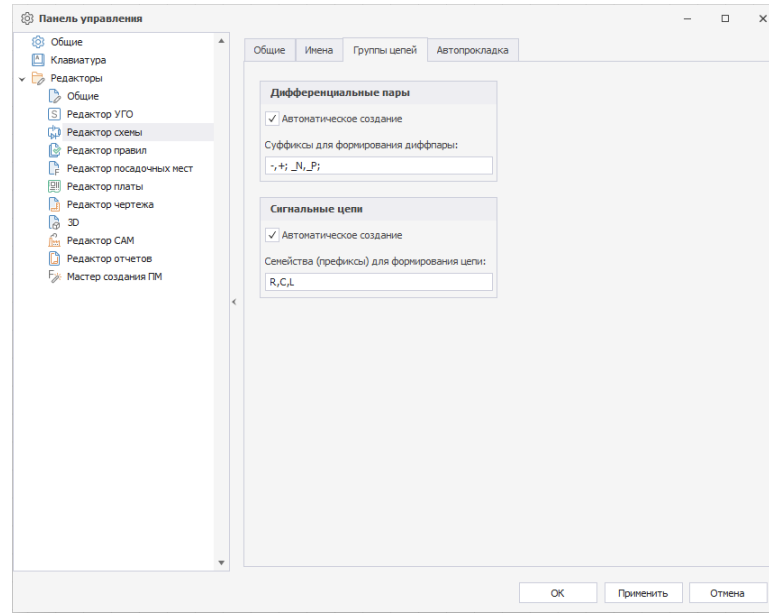

Рис. 129 Панель управления. Настройки суффиксов для формирования диффпар
**Совет!** Предварительно настройка суффикса для дифференциальной пары осуществляется в настройках системы, раздел главного меню «Файл» → «Настройки» → «Панель управления» → «Редактор схемы» → «Группы цепей» → «Суффиксы для формирования диффпары», см. Рис. 129.